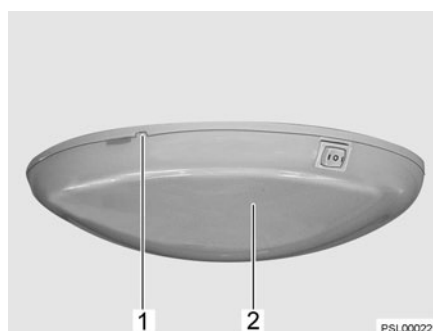

Fig. 248 Plafonnier
- Soulever prudemment le couvercle (Fig. 248,2) avec un outil approprié (p. ex. tournevis) au niveau de l'encoche (Fig. 248,1) et le retirer.